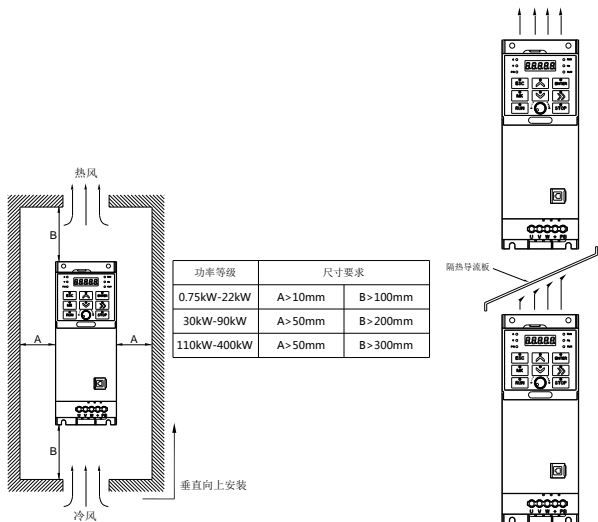

图 2-1 变频器安装示意图
- 1) 请垂直安装变频器，便于热量向上散发,但不能倒置。若柜内有较多变频器时，最好是并排安装。在需要上下安装の場合，请参考图 2-1 安装隔热导热板。
- 2) 安装空间遵照图 2-1 所示，保证变频器的散热空间。但布置时请考虑柜内其它器件的散热情况。